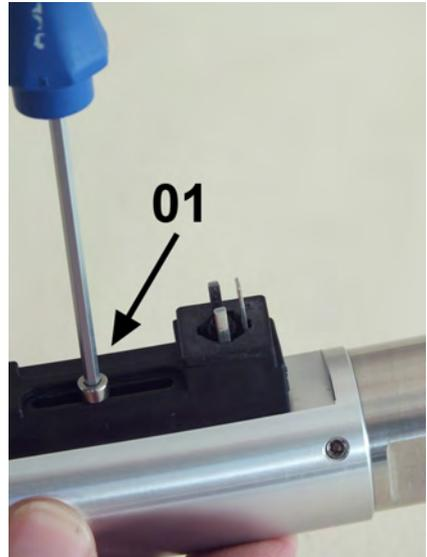

Abb. 55: Feststellschraube lösen
3. ➤ Feststellschraube (Abb. 55/01) des Schaltkontaktes mit einem Sechskant-Schraubendreher herausdrehen und entfernen
7. ➤ Feststellschraube (Abb. 55/01) einführen und leicht anziehen damit sich der Schaltkontakt noch leicht verschieben lässt
9. ➤ Feststellschraube (Abb. 55/1) wieder festdrehen, dabei Schrauben-Anziehdrehmoment einhalten ( *☞ Kapitel 11.1 „Anziehdrehmomente“ auf Seite 77*)